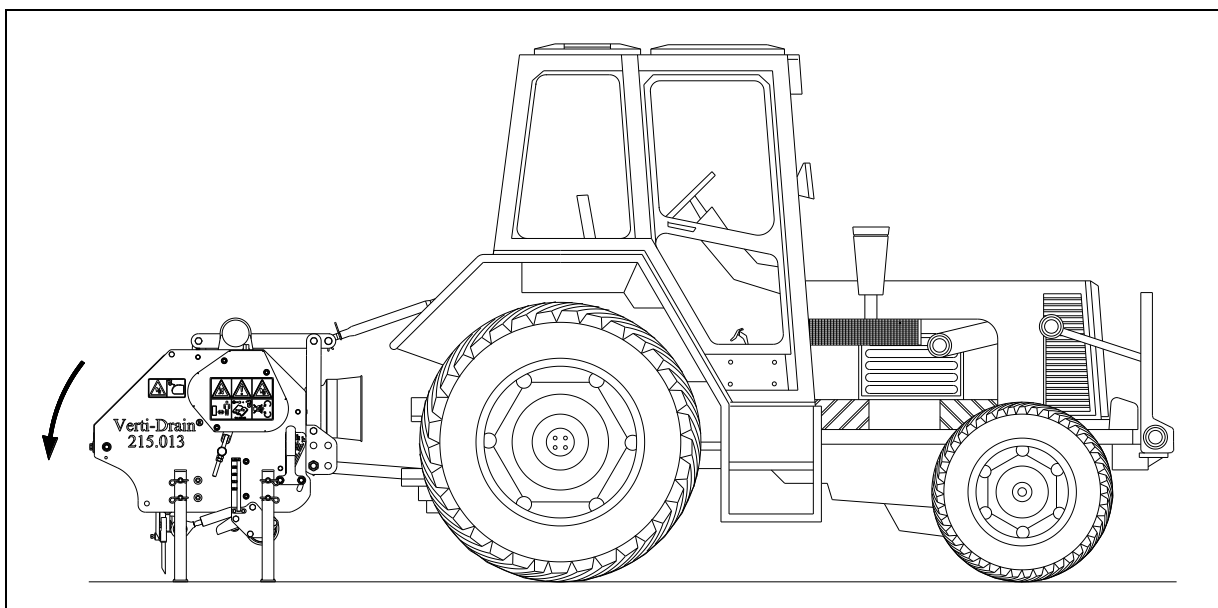

Bild 12
3. Montera stödbenen så att Verti-Drain® hamnar på benen när maskinen sänks ytterligare (se bild 12).